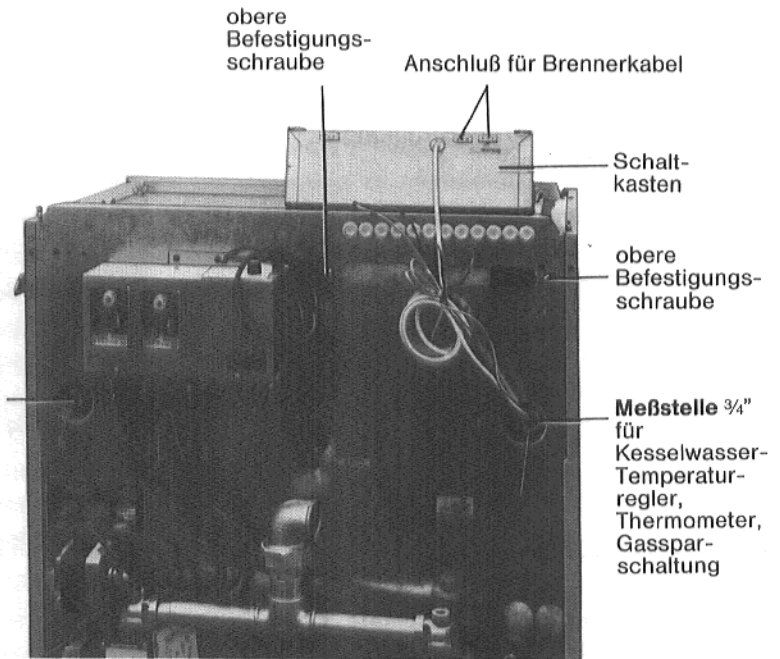

Abb. 14
Schaltkasten auf den Kessel legen (Abb. 14).
Kapillarrohre der Temperaturfühler aufrollen – jedoch nur so weit, daß diese bis an die Meßstellen reichen, Viertelkreisfühler bis zum Anschlag in die Tauchhülse einstecken (Abb. 14).
Sicherungsschraube in die Tauchhülse eindrehen, so daß die Fühler nicht herausrutschen können (Abb. 14).
- Obere Befestigungsschrauben in die Zwischenwand eindrehen (Abb. 14).